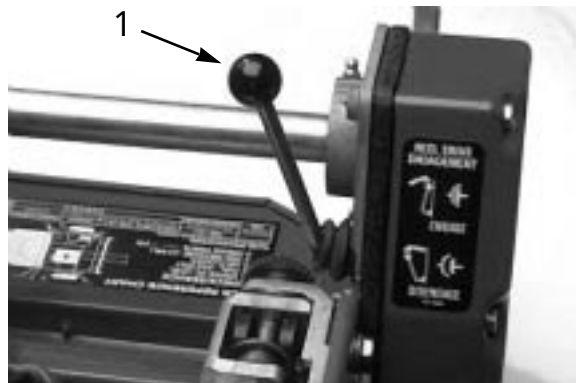

図 21
#### リール回転レバー (図 21)
- 1 . 走行レバー（図20）とリール回転レバー（図21）が両方とも「解除」位置にあることを確認する。